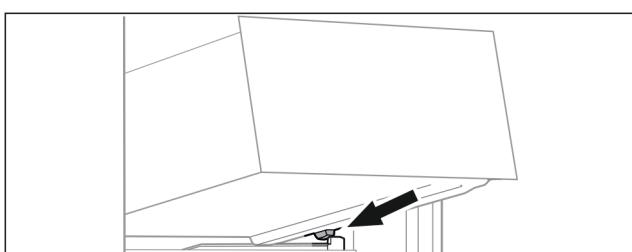

Fig. 62
- Встановити висувний ящик за стопорами на ребро для резервуару навколо. (див. Fig. 62)